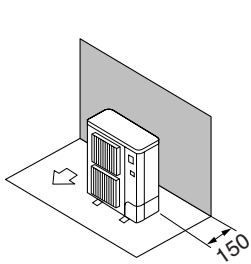

Fig. 2-2
- ① Obstáculos apenas na parte de trás (Fig. 2-2)